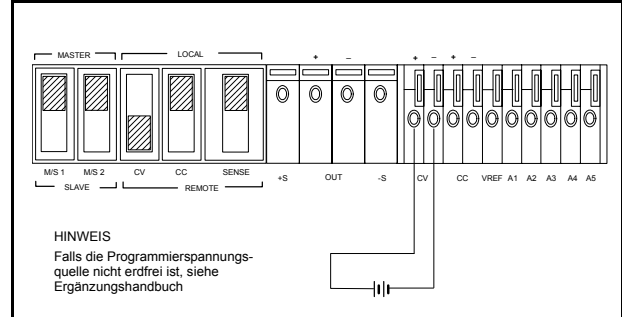

Abbildung 6. Fernprogrammierung der Ausgangsspannung
**Fernprogrammierung der Ausgangsspannung** Abbildung 6 zeigt die Einstellungen der rückseitigen Schalter und die Verkabelung für Fernprogrammierung der Ausgangsspannung. Ein Änderung der Programmierspannung um 1 Vdc bewirkt folgende Änderung der Ausgangsspannung: E3614A: 0,8 Vdc, E3615A: 2 Vdc, E3616A: 3,5 Vdc, E3617A: 6 Vdc